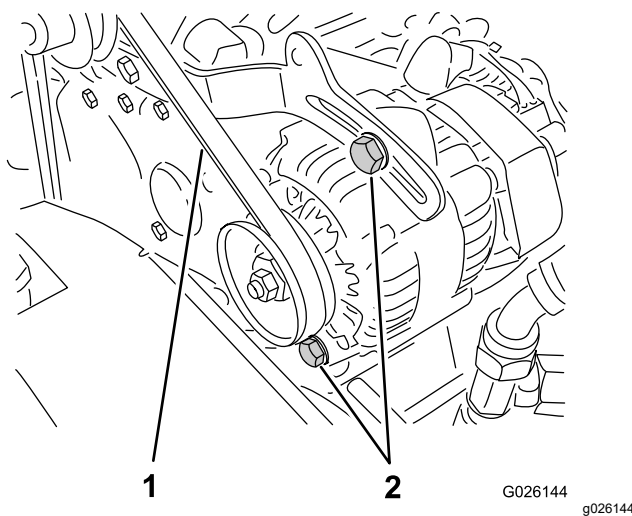

Figura 60
2. Verifique a tensão pressionando a correia a meio curso entre a cambota e as polias do alternador com uma força de 10 kg (Figura 60).
A. Desaperte os 2 parafusos de fixação do alternador (Figura 60).
depois, aperte os parafusos de montagem (Figura 60).